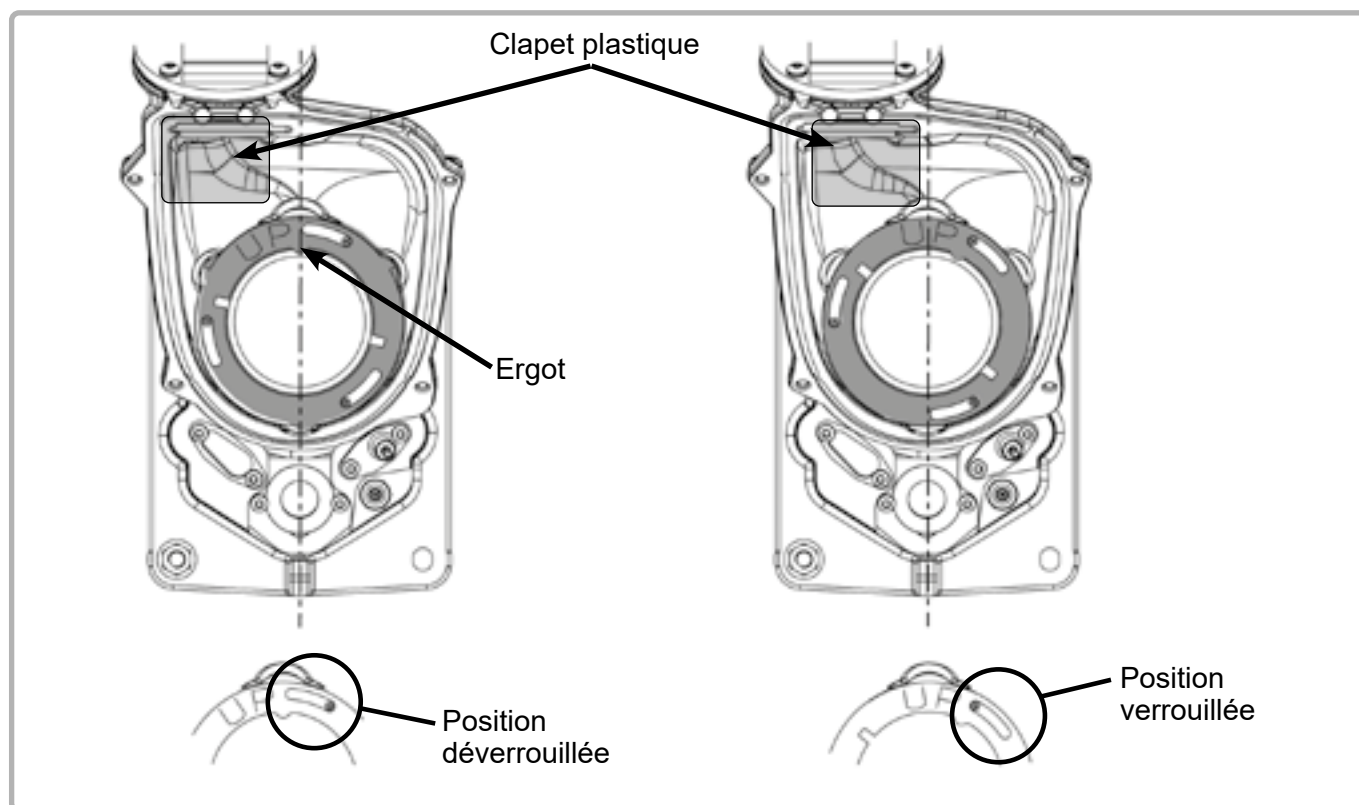

figure 56 - Positions de la bride de serrage
- Positionner la bride de serrage (le texte gravé "UP" doit être visible et l'ergot intérieur doit être situé sur l'axe arrière de la chaudière - voir figure 56).